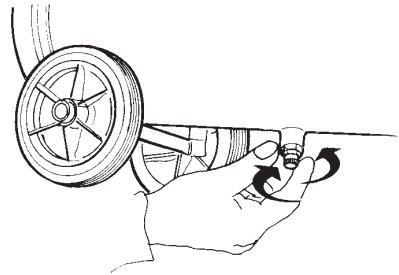

fig. 4
- controllare che il rubinetto di scarico condensa (*fig. 4*) posto sotto il serbatoio sia chiuso;
- Togliere il tappo scarico condensa con pressione all'interno del serbatoio (fig. 4).
**Prima di effettuare qualunque tipo di intervento sul compressore, togliere la spina dalla presa di corrente e scaricare la pressione del serbatoio d'aria mediante il rubinetto scarico condensa (fig. 4), svitare con cautela per far uscire l'aria lentamente, in quanto potrebbero esserci dei residui metallici all'interno del serbatoio. La manutenzione appropriata e regolare del vostro compressore è la premessa per il suo buon funzionamento ed una garanzia di lunga durata.**
#### Scarico condensa (fig. 4)
- scaricare tutta l'aria dal serbatoio (fig. 4);